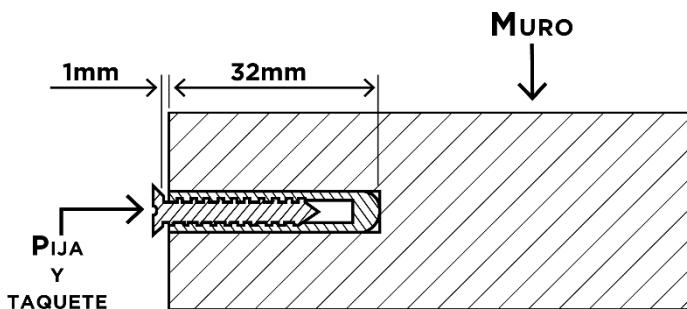

Figura 8 Diagrama transversal de muro con kit de montaje instalado.
9. Atornillar las piñas incluidas, dejando un espacio de 1 mm, véase la *Figura 8* como referencia.